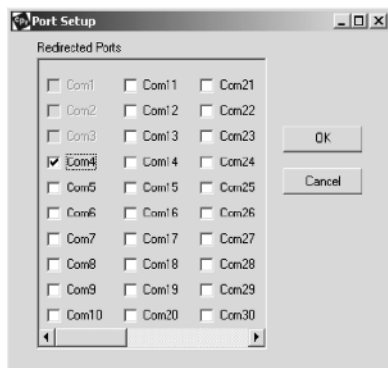

Рис. 21. Окно настройки последовательных портов
6. Щелкните по кнопке *Com Setup*. Откроется окно *Port Setup* («настройка портов», рис. 21), в котором установлен флажок у первого логического последовательного порта. Физические последовательные порты на компьютере, где установлен «Com Port Redirector», показаны как неактивные и не доступны. На рис. 21 это порты с Com1 по Com3. В зависимости от конфигурации вашего компьютера порты, помеченные как недоступные, могут быть другими.